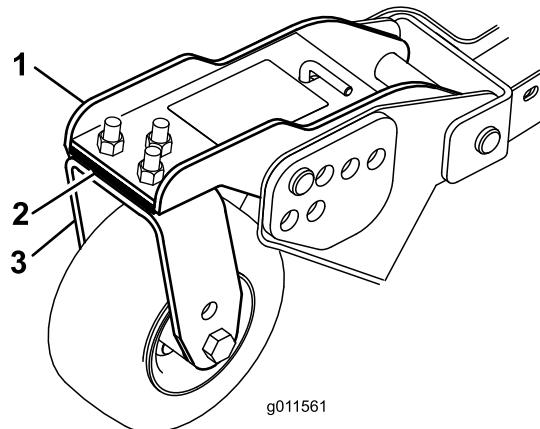

Figura 111
1. Rimuovete le viti a testa cilindrica e i dadi che fissano il braccio orientabile alla forcella orientabile (Figura 111).